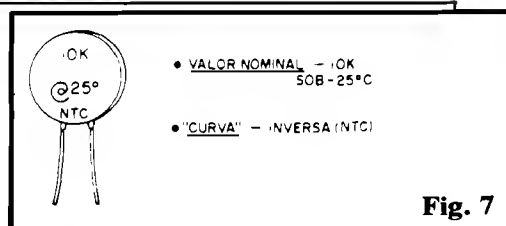

Fig. 7
- **FIG. 7** - Como classificar ou codificar os TERMÍSTORES...? Normalmente, os valores ôhmicos inscritos pelo fabricante no corpo do componente referem-se à Resistência **numa** determinada Temperatura ambiente considerada "média" (tipicamente 25°C). Também o tipo de "curva" (NTC ou PTC) também é indicada... Entretanto, informações mais completas sobre os extremos ôhmicos e sob qual faixa real de temperatura o componente pode, seguramente, ser usado, são difíceis de se obter... De qualquer maneira, é bom levar em conta as seguintes informações "empíricas" (válidas contudo, no dia-a-dia...):